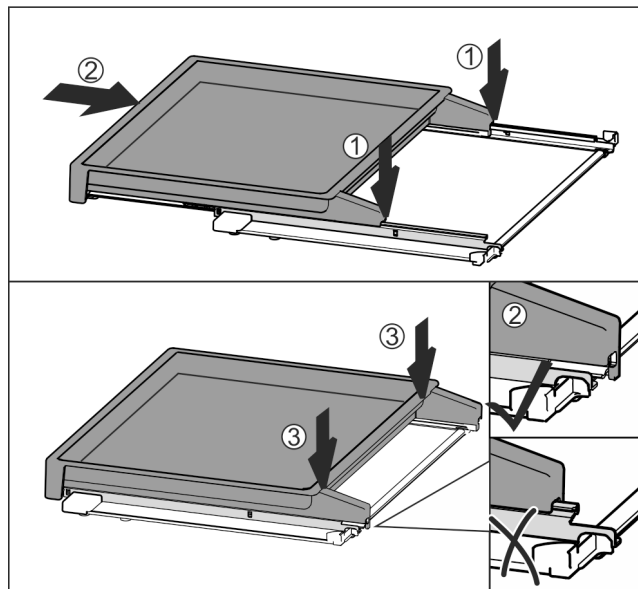

Fig. 33
- ▶ La poser au centre sur les rails Fig. 33 (1).
- ▶ Insérer complètement la bordure télescopique Fig. 33 (2).
- ▶ Appuyer sur sa partie arrière jusqu'à ce qu'elle s'enclenche de manière audible Fig. 33 (3).